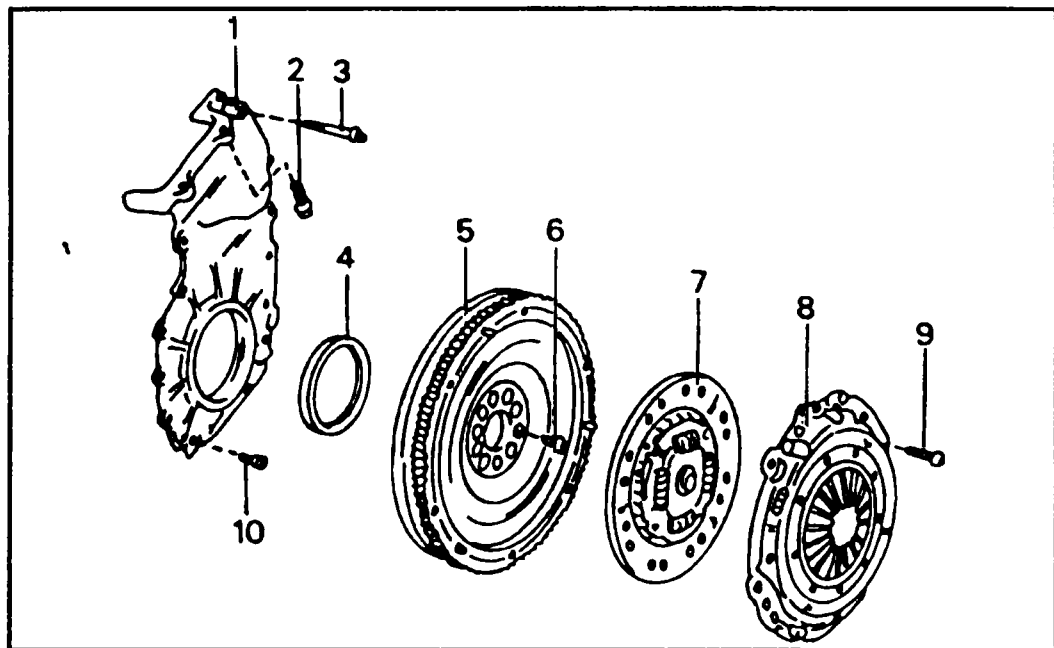

Рис. 2.101 Задняя крышка коленвала
◆ Снимите заднюю крышку коленвала (1) (рис.2.101) на противоположном конце блока цилиндров. Сальник после демонтажа крышки необходимо заменить.
Устройство и крепеж сцепления и маховика показаны на рис. 2.101. Следует помнить о наличии зубцового венца, работающего в паре с датчиком оборотов коленвала. После демонтажа венца нужно заменять.